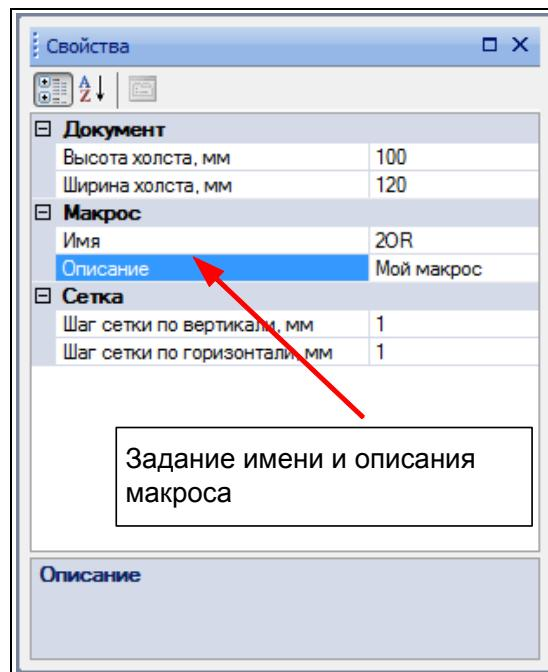

Рисунок 3.26 – Задание имени и описания макроса
- в) задание имени и описания для макроса (см. рисунок 3.26);